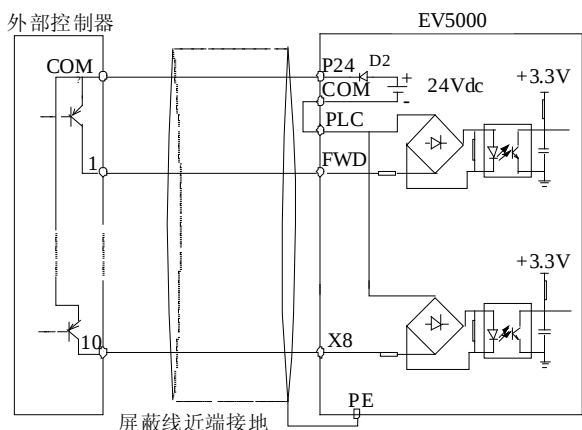

图4-24 使用变频器内部+24V 电源的漏极连接方式
- 2) 使用变频器内部+24V 电源,外部控制器为 PNP 型的共发射极输出的连接方式(注意去除 PLC 与 P24 端子间的连接线),如图 4-24 所示。